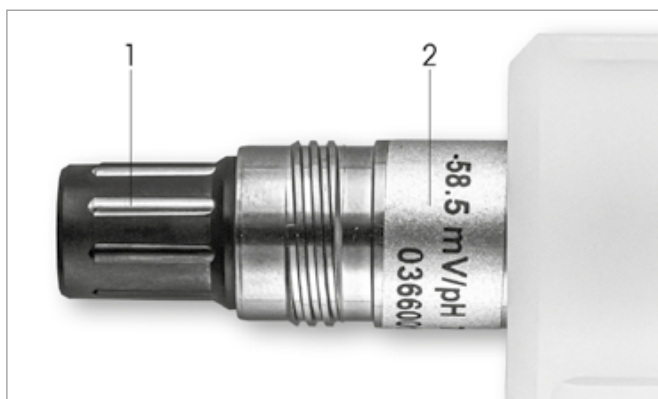

Fig. 1: InSUS pH-sensor (eksempel)
3.5 Find værdierne for Hældning og Nulpunkt (offset) på sensormærkaten (fig. 1) eller på sensorens kvalitetscertifikat, og brug disse til dataindtastning. Tryk på hældningsværdien, og brug tasterne til at redigere værdien i mV/pH.